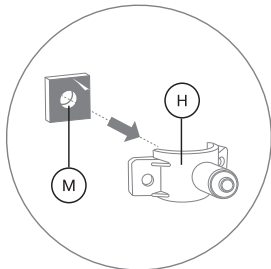

Рис. 20
2. Снимите с уплотнительной прокладки (М) защитную пленку. Приклейте прокладку с внутренней стороны хомута (Н), одновременно совмещая отверстие в прокладке с выходным отверстием в хомуте (рис. 20).